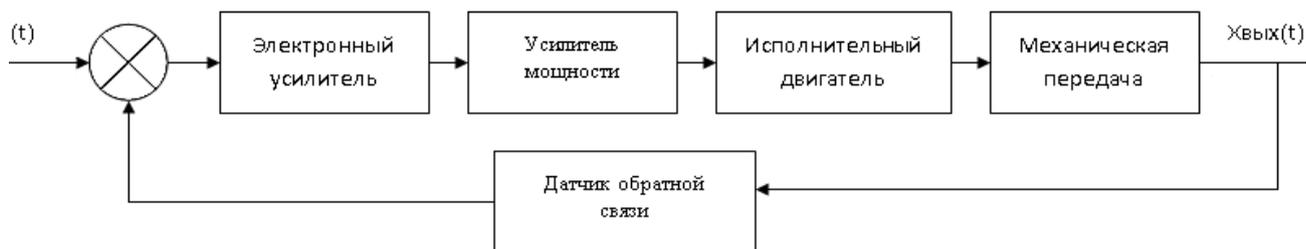

Рисунок 1.2 - Функциональная схема следящей системы привода подачи
Функциональная схема следящей системы привода подачи станка (рис.1.2), в общем случае должна включать: сумматор, электронный усилитель, усилитель мощности, исполнительный двигатель, механическую передачу и датчик обратной связи.
2. Изучить функциональную схему следящей системы привода подачи (рис. 1.2).